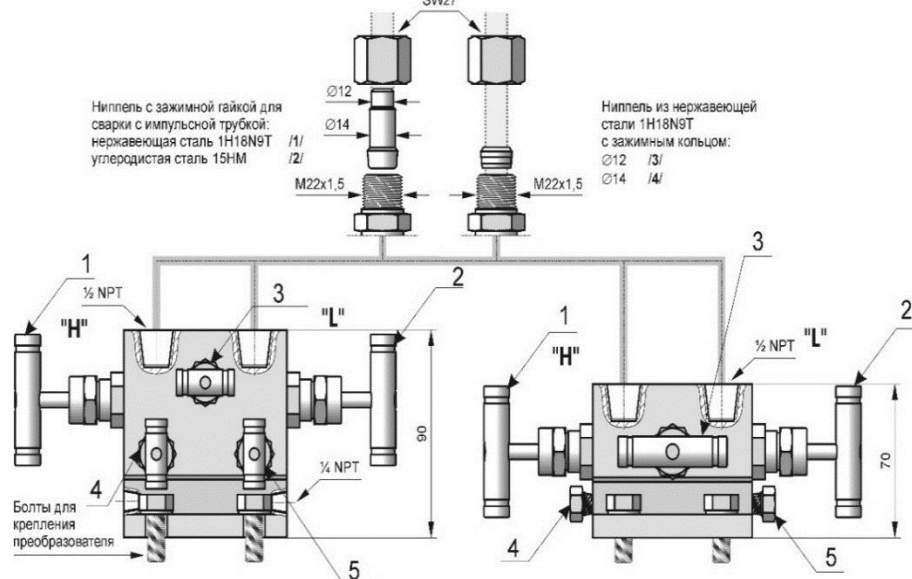

Рисунок 1 – Схема подключения вентилей VM-3 и VM-5
2.2.16.1.1 Включение в работу преобразователей с вентилями VM-3 и/или VM-5 (рисунок 1) производится следующим образом:
2.2.17.1 Преобразователь APR-2000G/ALW также может быть оснащен адаптером типа С (рисунок Б.4), предназначенный для установки вентилей VM-3 или VM-5 (рисунок 1), производства ООО «АПЛИСЕНС». Изготовитель может поставить преобразователи уже с установленными вентилями VM-3 или VM-5.